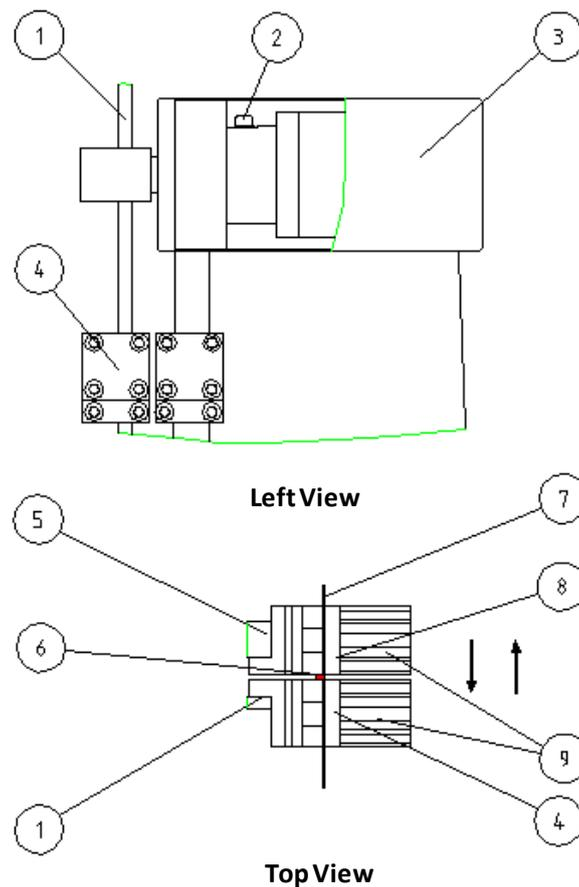

Figure 6 Réglage des fixations
Si la distance entre les fixations stationnaires et mobiles est supérieure à $2,8 \pm 0,3$ mm, elle doit être réglée. En mode de test, placez le pendule en position verrouillée. Comme cela est illustré sur la figure 6, retirez le capot de protection de l'encodeur (3), dévissez le boulon M5X8, puis placez la tête de la règle de calibrage entre les fixations stationnaires et mobiles. Réglez l'angle sur « 180.0 » avant de revisser le boulon M5X8 et réinstallez le capot de protection de l'encodeur.